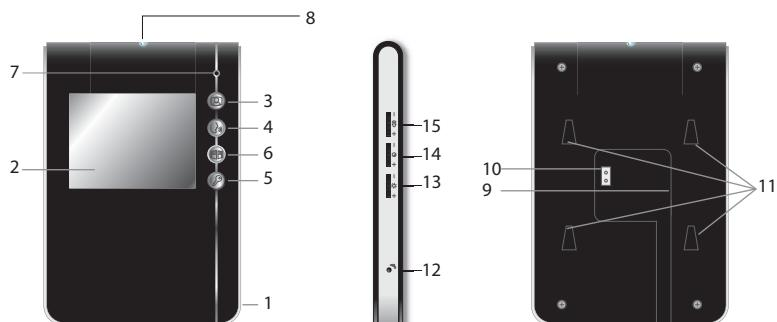

Fig. 3
b. Platine de rue, caméra extérieure (fig. 3)
5. Porte-nom lumineux (retro éclairage du porte-nom automatique en fonction du niveau de la luminosité). Pour changer l'étiquette porte-nom, soulever délicatement à l'aide d'un petit tournevis la protection plastique (9) et glisser l'étiquette du porte-nom.